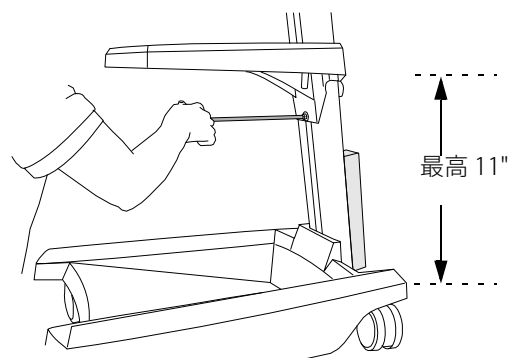
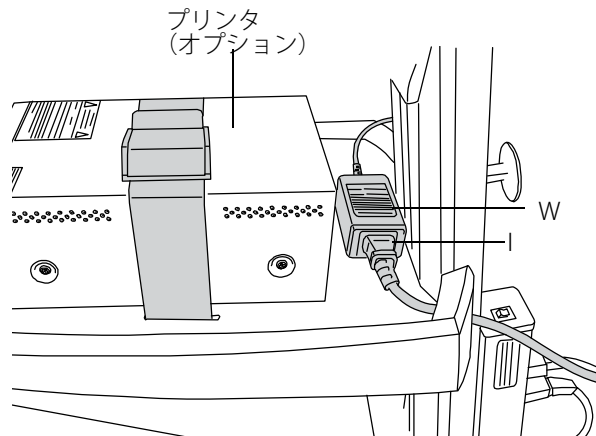

図 3 必要に応じ、棚の高さを調整する
図 4 棚の後方 (支柱の前) に AC 電源アダプタを設置
- 1 棚の高さがベースから 11 インチ (28cm) 以内であることを確認してください。必要に応じ、棚の高さを調整してください。図 3 を参照。
- 2 AC 電源コード (I) を AC 電源アダプタ (W) に接続し、プラグを支柱に装備されているテーブルタップに差し込みます。
- 4 もう一方の保護シートをはがし、AC 電源アダプタを棚の後方 (支柱の前) に設置します。図 4 を参照。